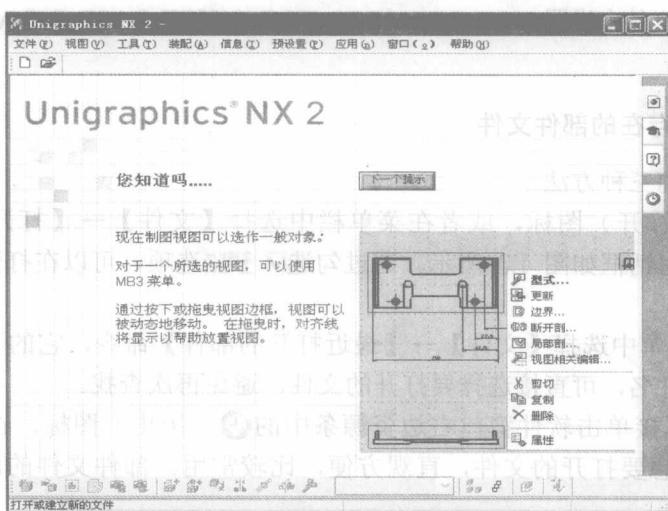
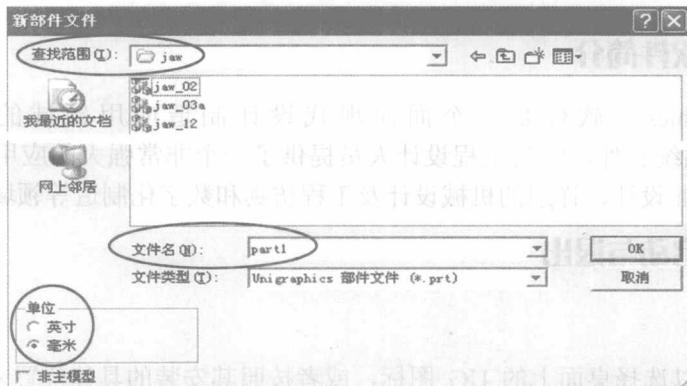
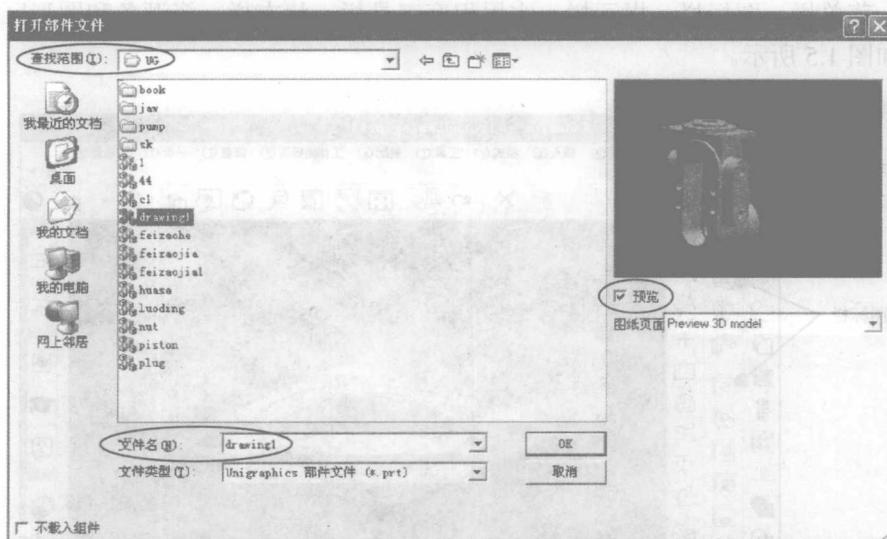
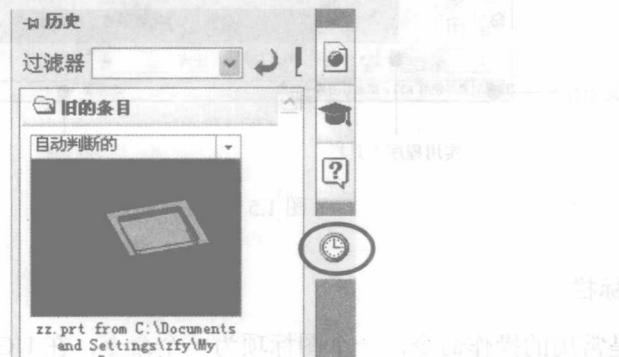

图 1.1 在没有新建或打开一个零件的文件之前的 UG 界面
图 1.2 “新部件文件”对话框
图 1.3 “打开部件文件”对话框
图 1.4 部件文件的历史窗口
UG 的启动可以选择桌面上的 UG 图标，或者按照其安装的具体位置来启动。由于 UG 的操作都是在零件文件的基础上进行的，在没有新建或打开一个零件的文件之前，UG 的界面如图 1.1 所示。在新建或打开一个文件后界面如图 1.2 和图 1.3 所示。
选择 **□** (新的) 图标，或者在主菜单中选择【文件】→【新建】命令，出现的“新部件文件”对话框如图 1.2 所示。在对话框里可以在“查找范围”栏中设定新建文件的路径，在“文件名”栏中输入文件名（使用英文），在“单位”选项中选择文件使用的单位并单击“OK”按钮。
① 选择 ** ** (打开) 图标，或者在菜单栏中选择【文件】→【打开】命令，出现的“打开部件文件”对话框如图 1.3 所示。通过勾选 **预览** 选项，可以在打开一个部件文件之前对其进行预览。
② 通过在主菜单中选择【文件】→【最近打开的部件】命令，它的下级菜单列出了用户最近打开过的文件名，可直接选择要打开的文件，避免再次查找。
③ 另外，可直接单击软件窗口右边资源条中的 ** ** (历史) 图标，在“旧的条目”选择区域中直接选择想要打开的文件，直观方便，比较常用。部件文件的历史窗口如图 1.4 所示。